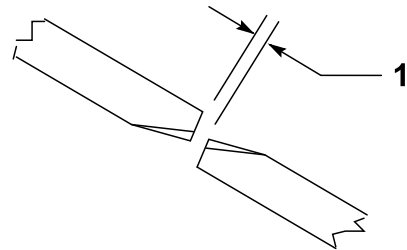

Bild 28
Für den richtigen Betrieb des Mähwerks muss ein Abstand von 10 mm bis 16 mm zwischen den Messerspitzen des Seiten- und mittleren Mähwerks bestehen (Bild 28).
2. Drehen Sie ein mittleres und ein daneben befindliches seitliches Messer, sodass die Messerspitzen ausgerichtet sind. Messen Sie den Abstand zwischen den Messerspitzen (Bild 28).